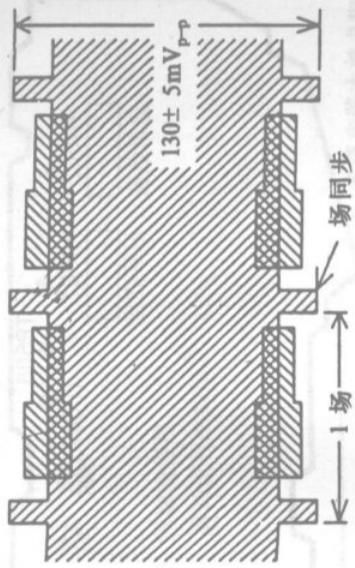
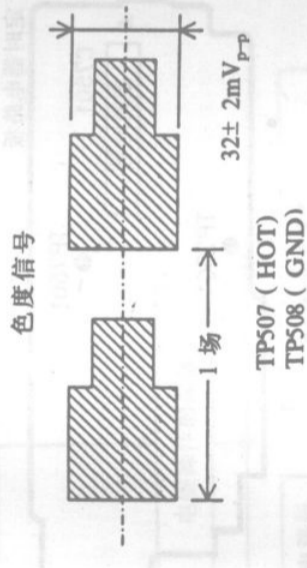

图8
图9
②将示波器探头连接到TP507(HOT)和TP508(GND)；
③调节VR501，使亮度记录电流变为 $130 \pm 5\text{mV}_{\text{P-P}}$ 并显示在示波器屏幕上，如图8所示；
④在亮度和色度组件板(6)和TP1003之间用跨接线相连；
⑤调节VR502，使色度记录电流变为 $32 \pm 2\text{mV}_{\text{P-P}}$ 并显示在示波器屏幕上，如图9所示。
- (2) 视频频率响应的调试